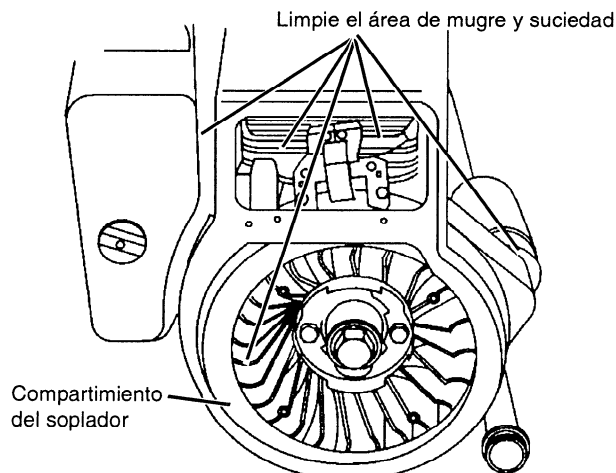

FIGURA 32
- Cada 100 horas de operación (más a menudo en condiciones excesivamente polvosas y sucias), retire el compartimiento del soplador y otras cubiertas de enfriamiento (vea la Figura 32). Limpie las aletas de enfriamiento y las superficies externas según se necesite. Asegúrese de volver a instalar las cubiertas de enfriamiento.